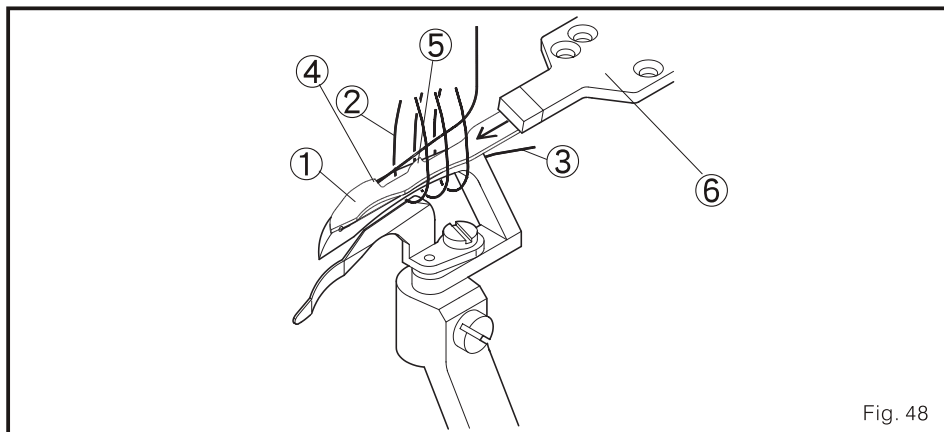

Fig. 48
1. quando o refilador inferior 1 se mova de direito para esquerda. Isto tem que passar pelos arcos de fio dos fios de agulha (Fig. 48)